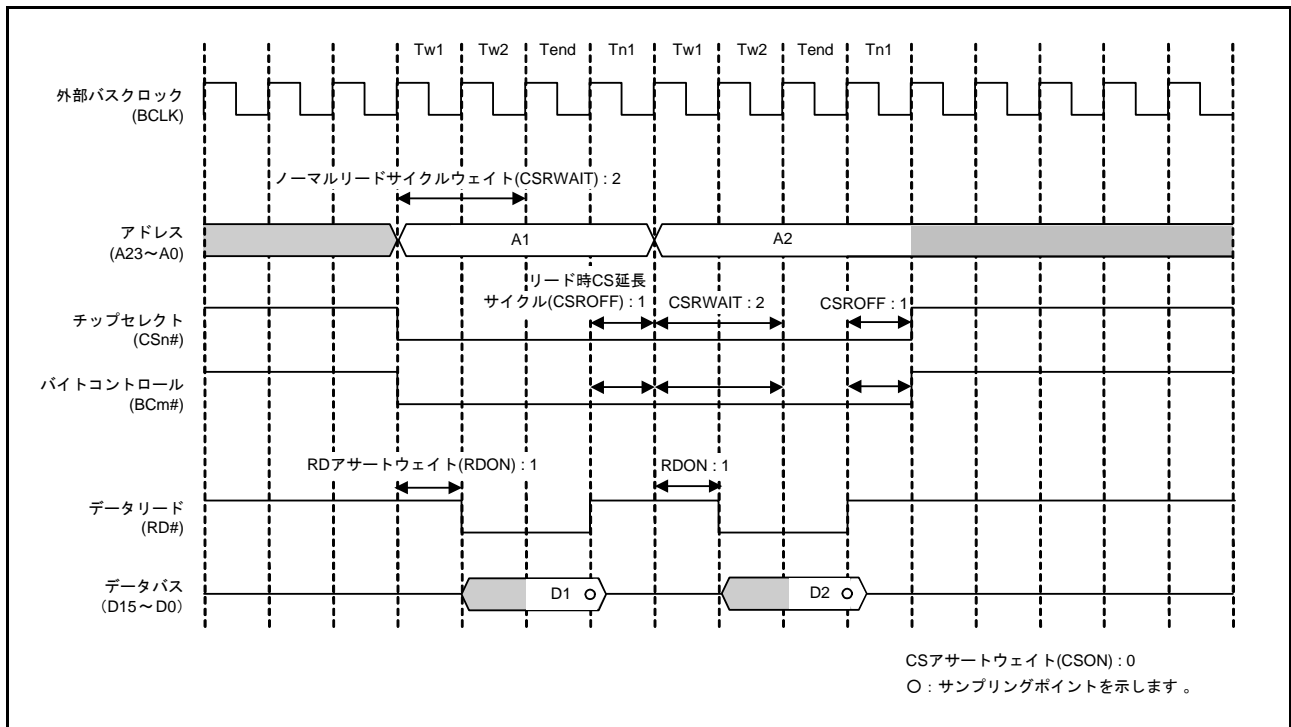

図 15.12 ノーマルリードアクセスの動作例 (1 転送要求に対して 2 回バスアクセスが発生する場合) (n = 0 ~ 3, m = 0, 1)
バスマスタからの1転送要求に対して2回以上の外部バスアクセスが必要となる場合は、ノーマルアクセス動作（①から④）を繰り返します。図 15.12、図 15.13 に、1転送要求に対して2回バスアクセスが発生する場合の動作例を示します。ただし、リカバリサイクル挿入条件が成り立つ場合は、2回目以降の外部バスアクセスにもリカバリサイクル（⑥）の挿入が行われます（図 15.30 参照）。